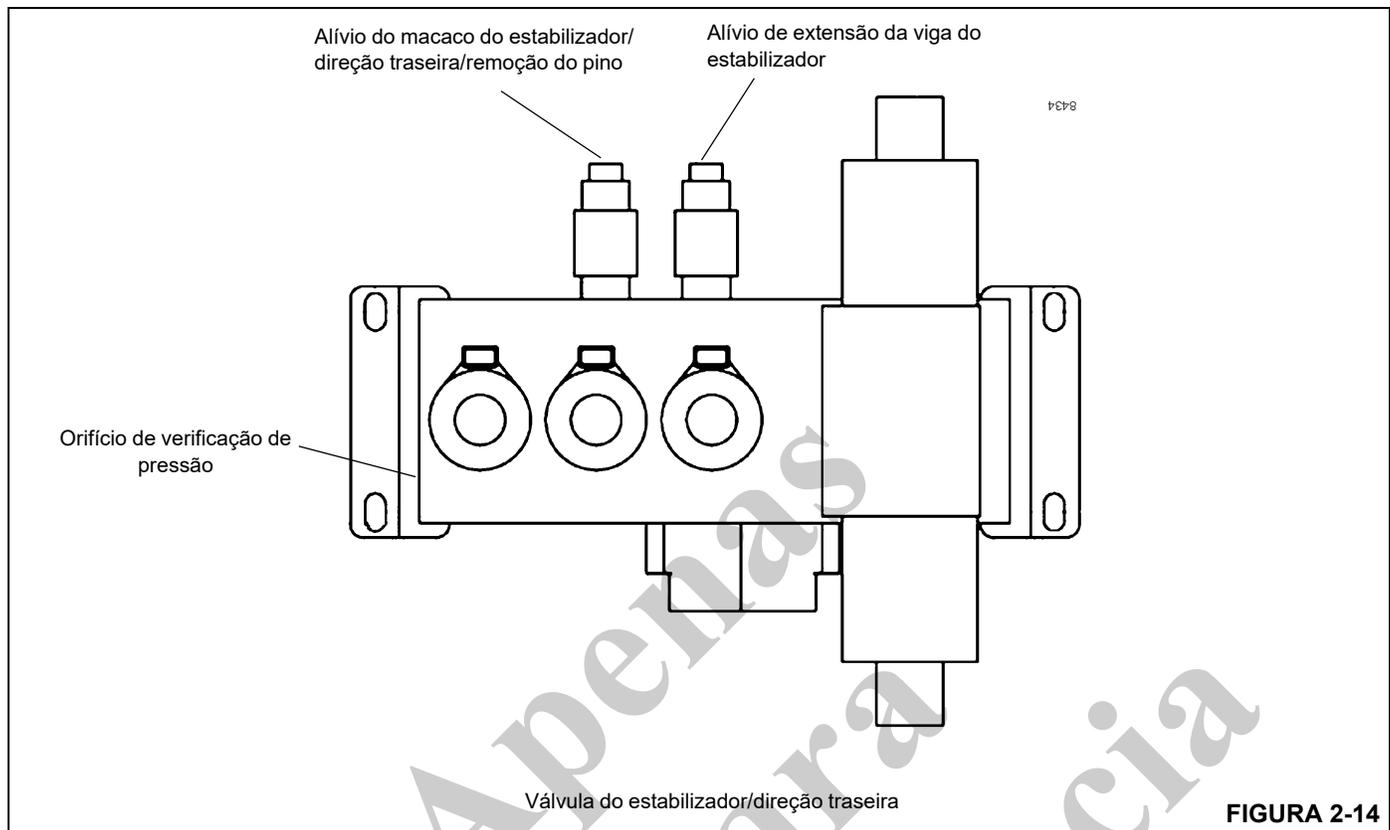

FIGURA 2-14
1. Remova a tampa e instale o manômetro (Figura 2-14) no orifício de verificação da pressão da válvula do estabilizador/direção traseira.